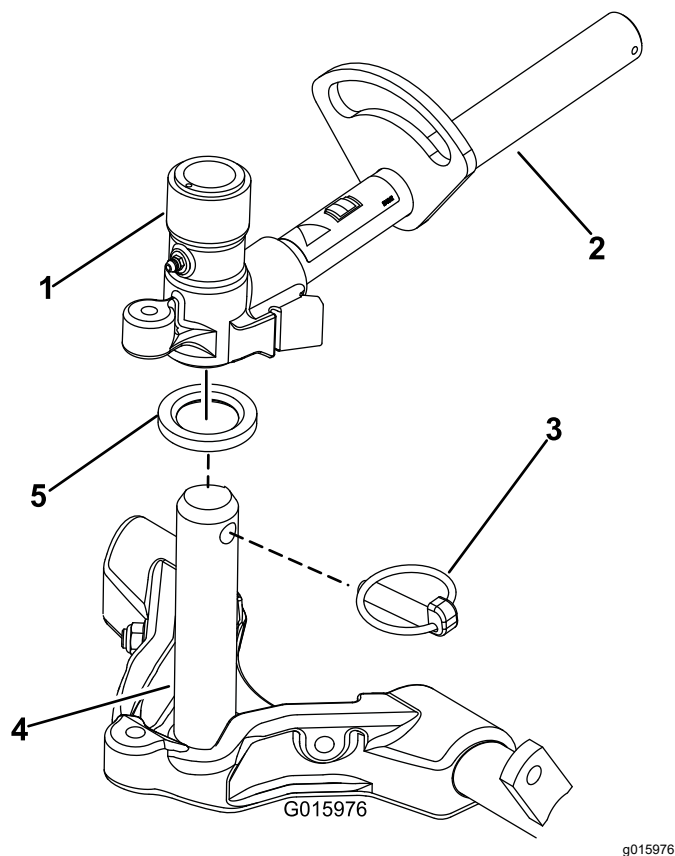

Рисунок 16
9. Нанесите чистую консистентную смазку на ось несущей рамы (Рисунок 16).
10. У передних режущих блоков: задвиньте режущий блок под подъемный рычаг, вставляя при этом ось несущей рамы в находящуюся над ней поворотную втулку подъемного рычага (Рисунок 16). Убедитесь, что упорная шайба расположена на оси несущей рамы.
11. Закрепите ось несущей рамы в поворотной втулке подъемного рычага с помощью шплинта с кольцом (Рисунок 16).
- B. Наденьте втулку подъемного рычага на ось несущей рамы (Рисунок 16).